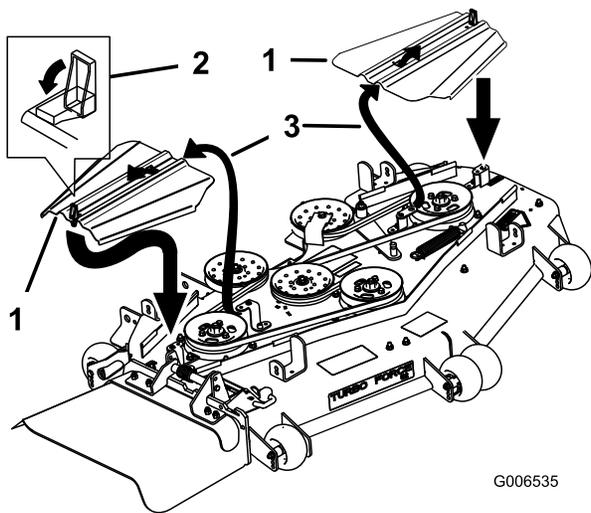

Figura 84
12. Instale las cubiertas de las correas deslizando la cubierta sobre la pestaña, instale los pernos y cierre los enganches (Figura 84).